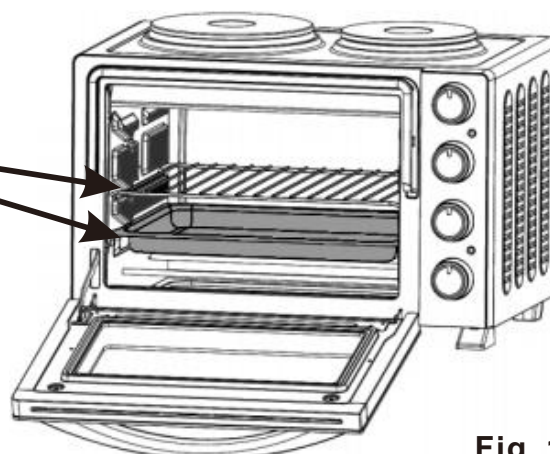

Fig. 1
- Onde colocar a bandeja de cozedura e a grelha - Fig. 1
Deslize a grelha e/ou a bandeja de cozedura para os suportes das grelhas (Fig. 1)